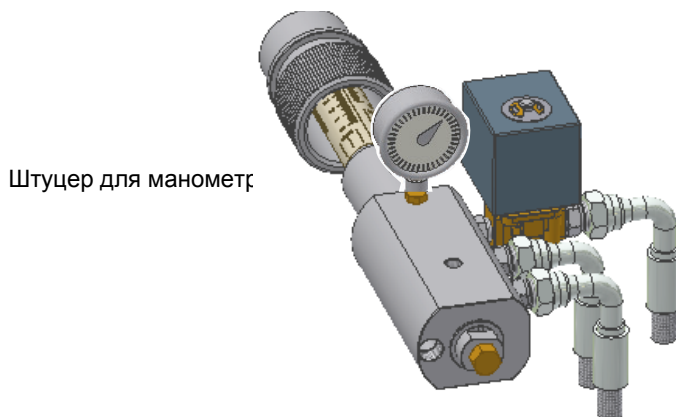

Рис. 17
- 5 Давление питания форсунки уже отрегулировано заранее на заводе-изготовителе и не должно изменяться. Только в случае необходимости, отрегулировать давление питания (см. соответствующий параграф) следующим образом: установить манометр в положение, указанное на Рис. 17, воздействовать на регулировочный винт VR насоса (см. Рис. 18) до получения на форсунке давления в 20бар (форсунки Monarch или форсунки Vergonzo - см. на стр.33-34);